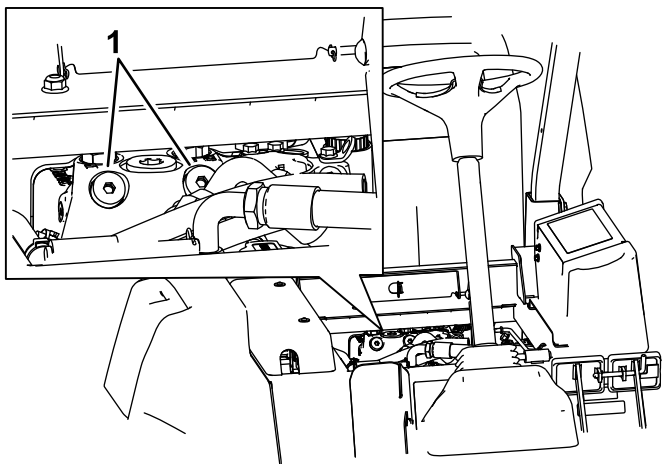

Figure 70
1. Soulevez le siège et localisez les vannes de dérivation qui sont situées sous l'avant du réservoir de carburant (Figure 70).